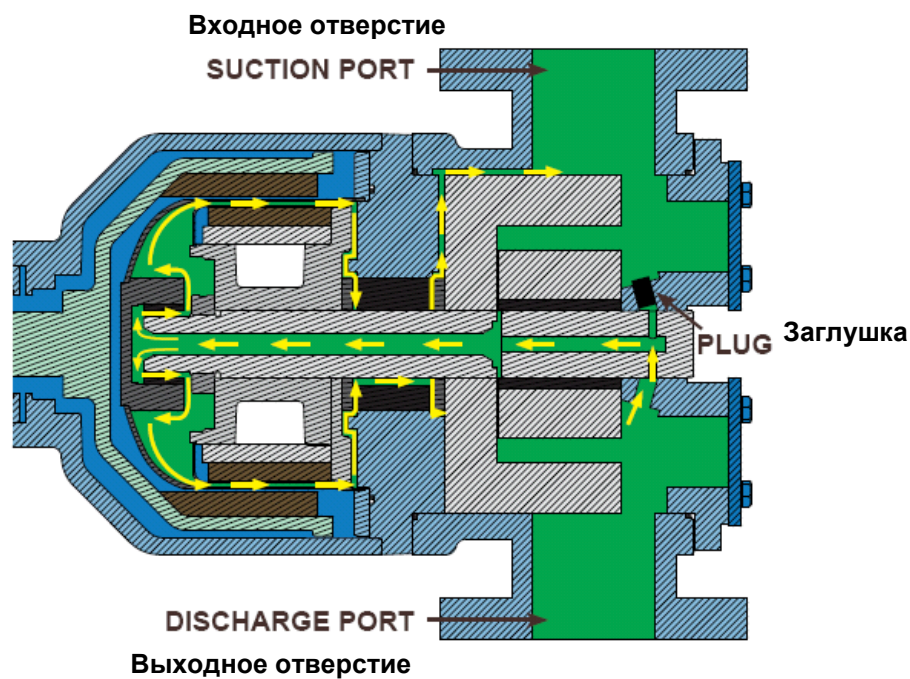

Рис. 17
- Обеспечьте установку заглушки для трубы в отверстии крышки на стороне впускного отверстия у основания штифта промежуточного зубчатого колеса. Обеспечьте, чтобы отверстие на стороне выходного отверстия не было заблокировано. См. **Рис. 17**.
Перекачиваемая жидкость обычно подается в полый вал и на промежуточное зубчатое колесо стороны выпускного канала насоса. Жидкость проталкивается через втулку контейнера в во внутреннюю полость контейнера. Затем жидкость проходит в обратном направлении к впускному каналу насоса сквозь границу раздела между упорными кольцами и втулкой переходной плиты. Когда насос работает в обратном направлении, поток жидкости также изменяет свое направление на противоположное. См. **Рис. 17**.